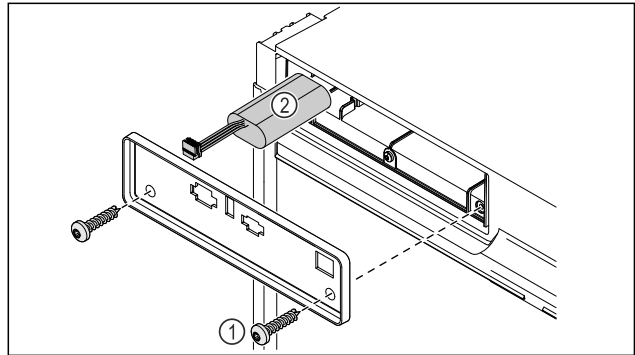

Fig. 228
- ▶ Развийте винтовете и свалете капака на гърба на уреда Fig. 228 (1).
- ▶ Изключете и извадете батерията Fig. 228 (2).